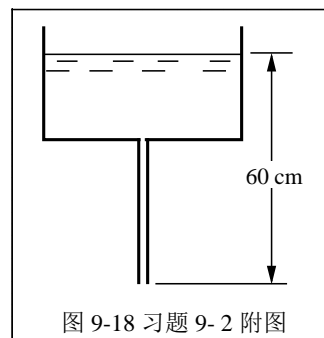

图 9-18 习题 9-2 附图
9-2 油从大的开口容器沿内径 $D=1\text{mm}$ 、长度 $L=45\text{cm}$ 的光滑圆管流下，流量为 $14.8\text{cm}^3/\text{min}$ ，如图 9-18 所示。油的表面距管道末端 $h=60\text{cm}$ 。(1) 假定在整根管道内的流动是充分发展层流，并忽略管道进口局部阻力损失，试求油的运动粘度，并验证以上假定有效；(2) 若管道进口局部阻力系数 $\zeta=0.5$ ，则油的运动粘度又为多少？